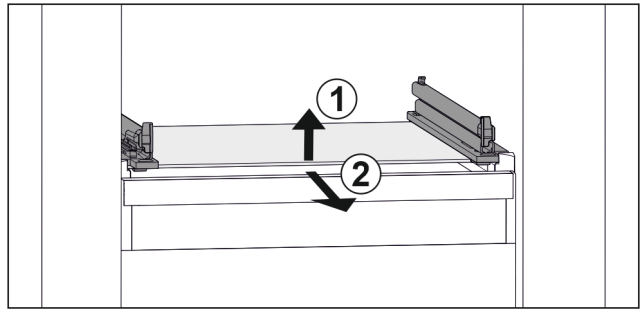

Fig. 118 Cam plakanın örnek gösterimi
- Cam plakayı önden kaldırın. Fig. 118 (1)
- Cam plakayı öne doğru çıkartın. Fig. 118 (2)